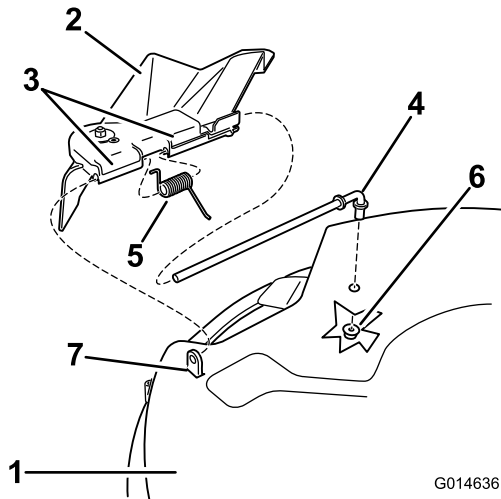
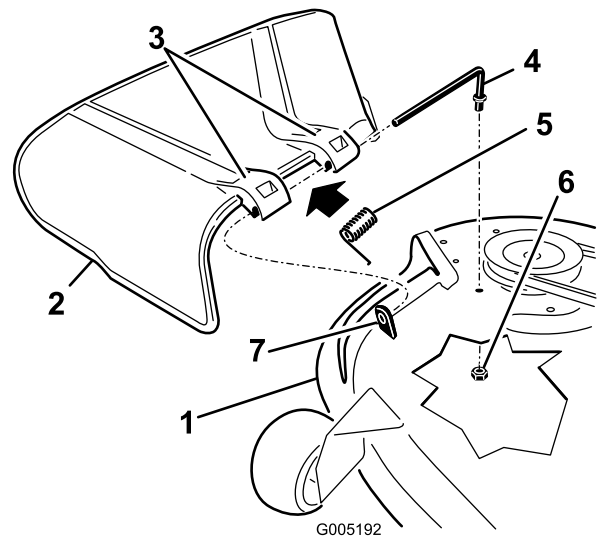

Bild 72
Bild 73
1. Entfernen Sie die Mutter (3/8") von der Stange unter dem Mähwerk (Bild 72 und Bild 73).
2. Schieben Sie die Stange aus dem kurzen Abstandsbolzen, der Feder und dem Ablenklech (Bild 72 und Bild 73).
4. Montieren Sie das Ablenklech (Bild 72 und Bild 73).
7. Schieben Sie die Stange durch die zweite Halterung am Grasablenklech (Bild 72 und Bild 73).
9. Befestigen Sie das hintere Stangenende mit einer Mutter (3/8") am Mähwerk, wie in Bild 72 und Bild 73 abgebildet.